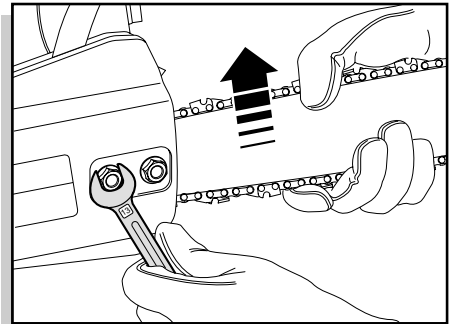

fig. 6
- Levante a barra e a corrente e parafuse bem as porcas com a chave de parafuso fornecida (fig. 6).